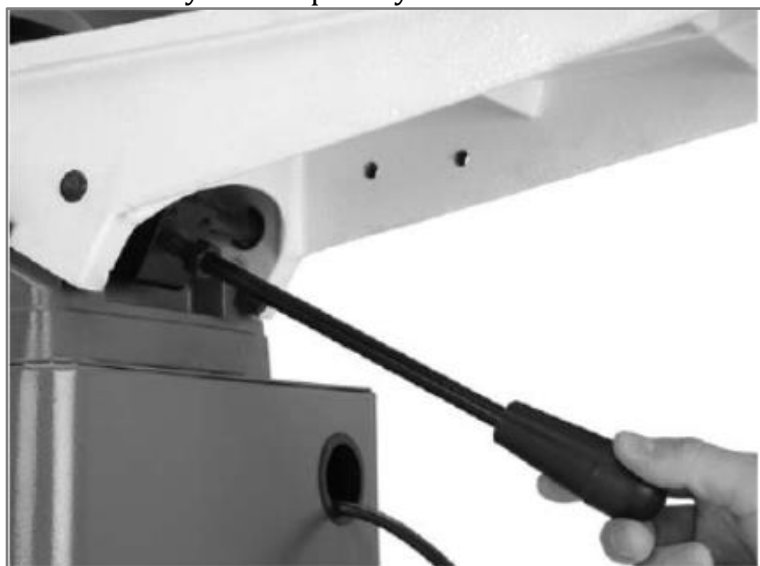

Рис. 16. Установка рычага подводного стола
1. Ввернуть рычаг подводного стола в отверстие, показанное на рис. 16.